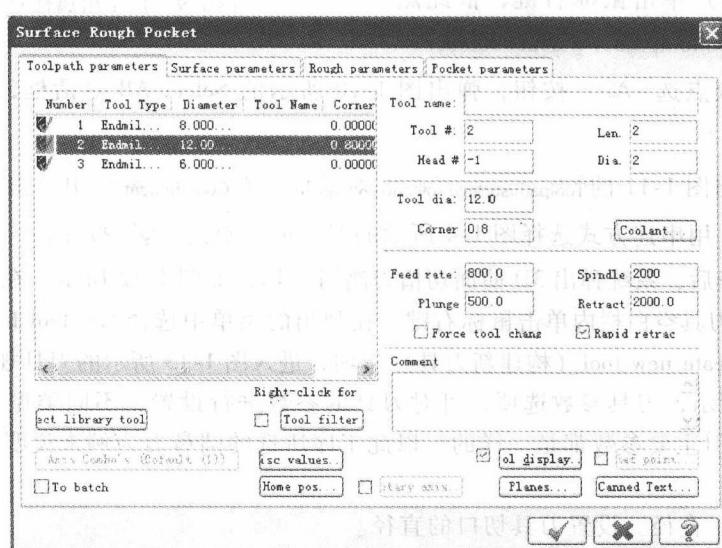
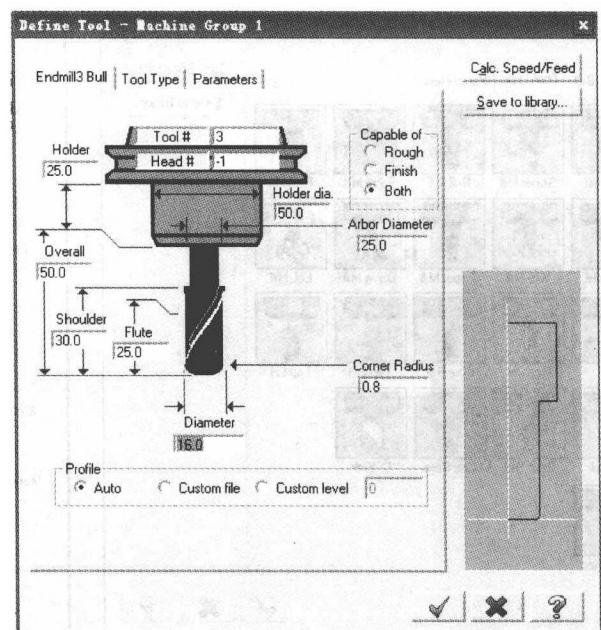

图 1-12 曲面切槽刀路刀具参数
图 1-13 刀具规格选项卡
3) 选择完毕后，系统弹出 3D 曲面切槽刀路对话框，如图 1-12 所示。在刀具空白栏内单击鼠标右键，在刀具空白栏内单击鼠标右键，在弹出的菜单中选择 **Get tool from library** (从刀库中选刀) 或 **Create new tool** (构建新刀具) 选项，进入图 1-13 所示的刀具规格选项卡。
如图 1-13 所示，刀具参数选项，可对刀具的参数进行设置，不同类型的刀具选项卡的内容有所不同，但主要参数都是一样的。以此工序所选的圆鼻刀为例来说明该选项卡各参数的含义。
它们分别填在图 1-12 所示的对话框中的 Plunge 和 Feed rate。切削进给率要根据工件的材质、刀具的性能、加工的要求、机床的性能等做出适当的选择。